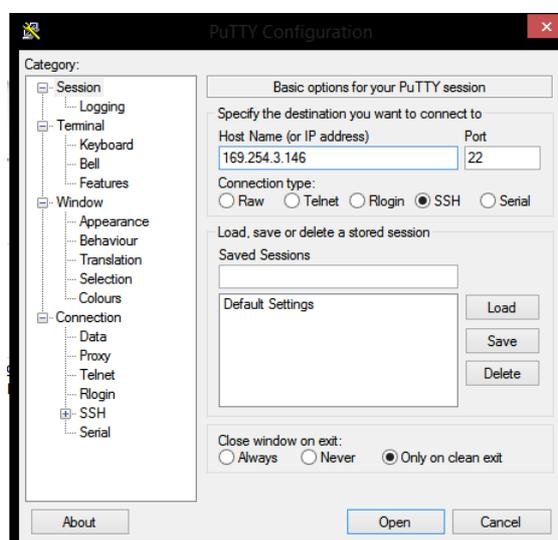

Figura 4.10: Configurações necessárias para o Putty.
3. Executar o cliente Telnet, a partir do computador para comunicação com a placa Galileo. O aplicativo putty será utilizado como cliente. Aplicar as seguintes configurações conforme indica a Figura 4.10.